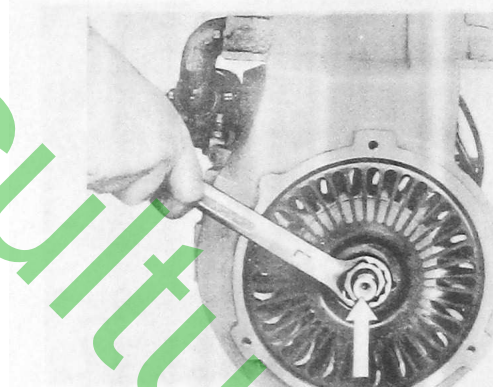

Fig. 10
1. Sechskantmutter M 22 SW mit der Sechskantmutter (Fig. 10) lösen und durch Schläge mit Hammer auf die Spanner-Ende.